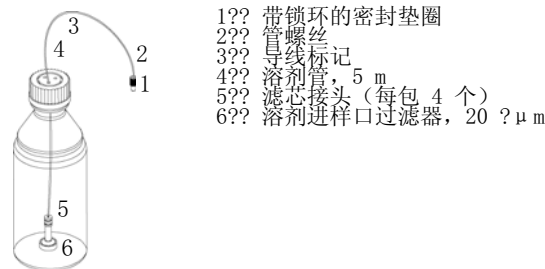

图 4 瓶头组件和溶剂瓶
- 8 将瓶头组件接头（参见“第 40 页的图 4”项目 1+2）至：